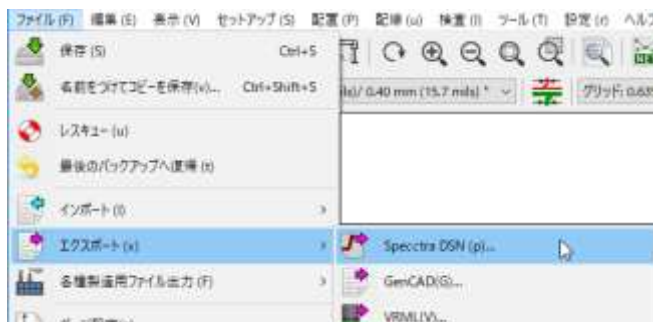
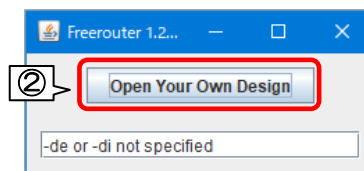

図 A-5
図 A-6
- ① KiCad：「ファイル」→「エクスポート」→「Specctra DSN」でエクスポートします。図 A-5
- ② 「freeroute.jar」ファイルをダブルクリックして手動で起動します。
- ③ Freeroute：[Open Your Own Design]をクリックして DSN ファイルを読み込みます。図 A-6